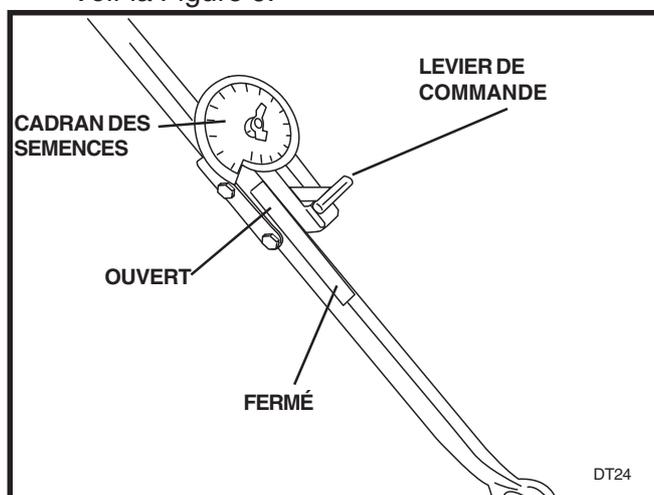

FIGURE 6
16. Introduisez la roue et montez deux (2) bagues de serrage. (Certaines unités comportent des goupilles d'assemblage en lieu et place des bagues de serrage.)
19. Collez l'autocollant ON/OFF sur le guidon. Voir la Figure 6.